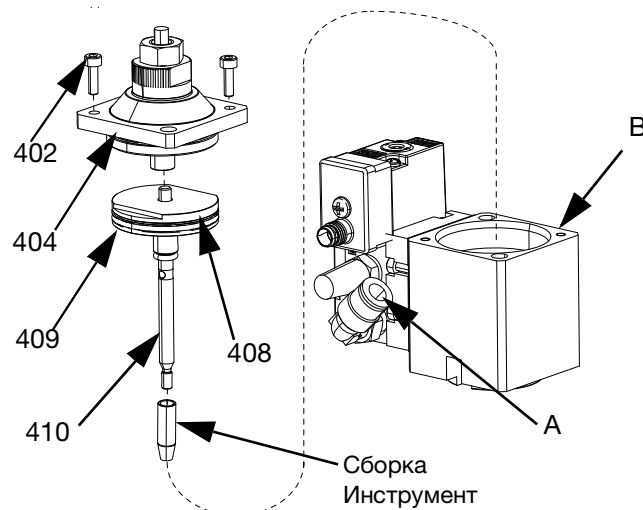

Рис. 23
- a. Замените уплотнительное кольцо поршня (408) при обнаружении царапин, надрезов или износа. См. Рис. 23
- b. Нанесите синий анаэробный клей, входящий в комплект поставки, на резьбы штока поршня (410).
- c. Навинтите шток поршня (410) на поршень (409).
- d. Закрепите шлицы (409) поршня в тисках. Вставьте шестигранный ключ в паз на штоке поршня (410). Затяните с усилием 0,9–1,1 Н•м. Поместите гайку (417) на шток поршня и затяните с усилием 2,7–4,1 Н•м.